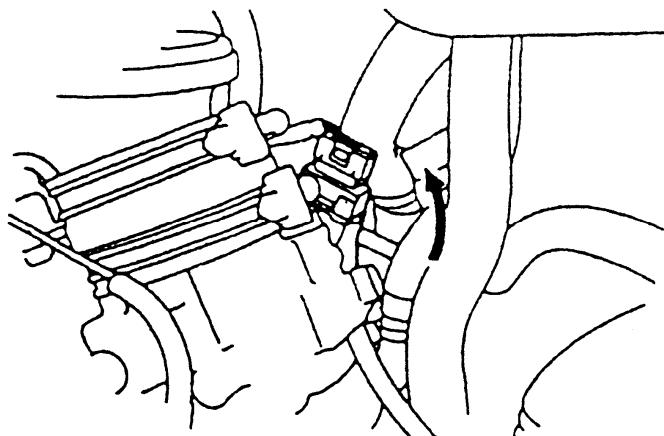

图 3-31 反时针转动节气门位置传感器
(3) 如果使用 MUT-II，将点火开关转到 ON (但不要起动发动机)。
(4) 放松节气门位置传感器固定螺栓，然后如图 3-31 所示，将节气门位置传感器反时针方向转到底。